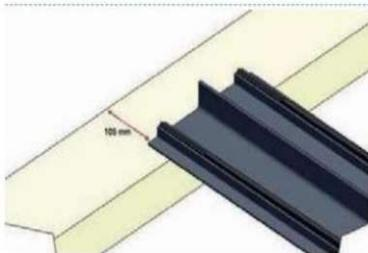

Fig. 1 Alignement de la latte avec l'extrémité supérieure du profilé au centre du champ
1. Montez les profils inférieurs a) Alignez l'extrémité supérieure du profilé plutôt au centre du toit voir figure 1 :